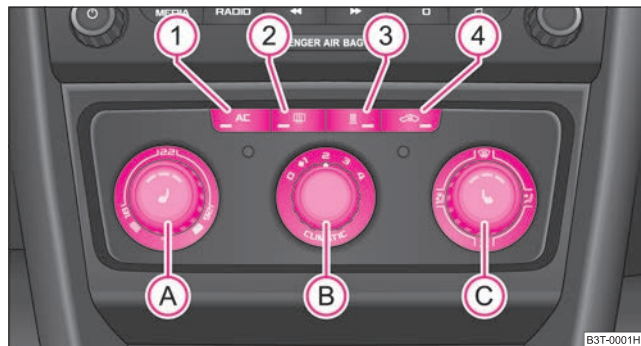

Fig. 110 Climatic: elementos de mando
La refrigeración funciona sólo si se pulsa la tecla  ⇒ página 99, fig. 110  y se cumplen las siguientes condiciones:
- Gire el regulador giratorio (A) ⇒ fig. 110 hacia la derecha para aumentar la temperatura.
- Gire el regulador giratorio (A) hacia la izquierda para bajar la temperatura.
- Pulsar la tecla (AC) (1) ⇒ fig. 110. En la tecla se encenderá el testigo.
- Presionando de nuevo el conmutador (AC) se desconectará la refrigeración. Se apagará el testigo en la tecla.
- Pulse la tecla  (4) ⇒ página 99, fig. 110, en la tecla se encenderá el testigo.
Si el regulador distribuidor de aire  se encuentra en la posición  ⇒ página 99, fig. 110, el servicio de aire circulante se desconectará automáticamente. Pulsando repetidamente la tecla , usted puede conectar de nuevo el servicio de aire circulante también en esta posición.
La alimentación de aire de cada uno de los difusores de aire se ajusta con el regulador giratorio  ⇒ página 99, fig. 110. Los difusores de aire **2**, **3** ⇒ página 101, fig. 111 y **5** ⇒ página 101, fig. 112 se pueden cerrar y abrir por separado.
De los difusores abiertos fluye, según la posición del regulador  ⇒ página 99, fig. 110 y según las condiciones climatológicas, aire sin calentar o enfriado. ■